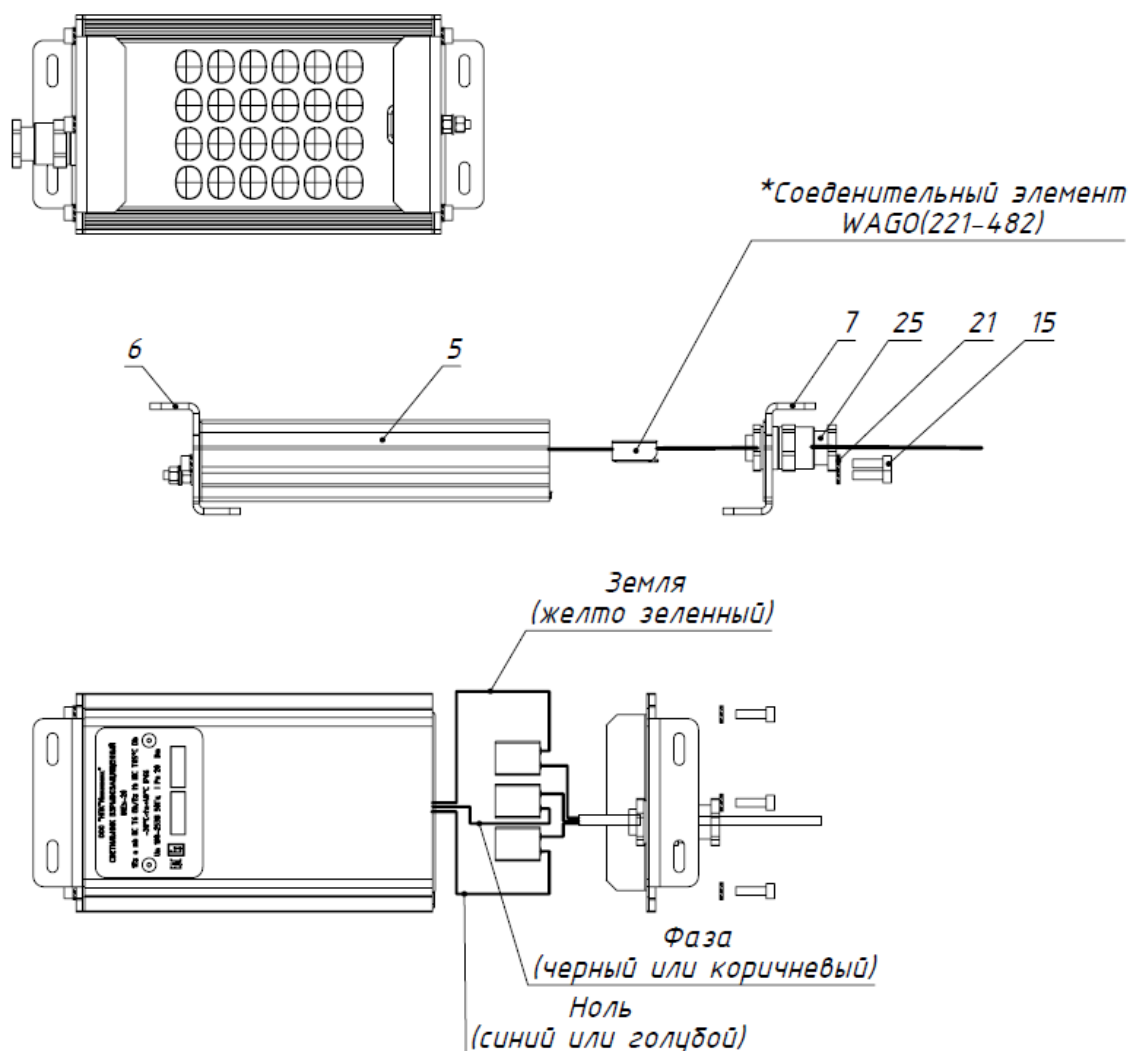

Рис.6.1.
6.2.3 Подключение к питающей сети (рис. 6.1).
- Е) Вынуть из светильника провода с клеммами, подключить к клеммам соответствующие проводники кабеля (рис.6.1).